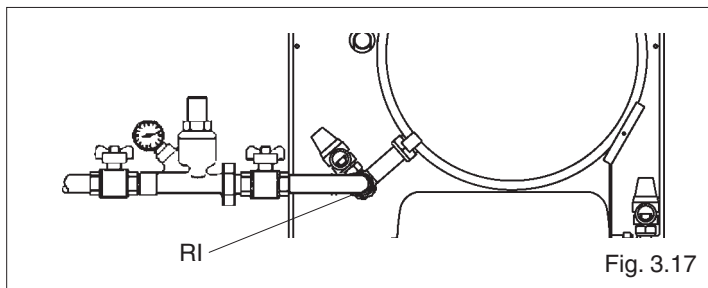

Fig. 3.17
- chiudere tutti i dispositivi dell'impianto idrico (fig. 3.17).